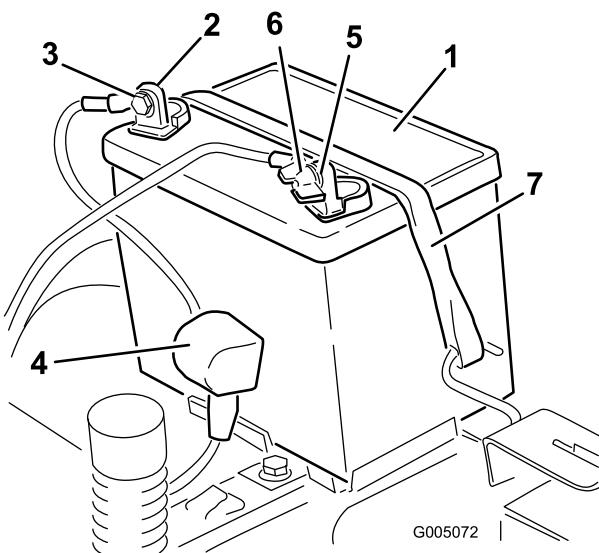

Figura 29
4. Desconecte el cable negativo de tierra (negro) del borne de la batería (Figura 29). Guarde todos los herrajes.
5. Deslice hacia arriba la cubierta de goma del cable positivo (rojo). Desconecte el cable positivo (rojo) del borne de la batería (Figura 29). Guarde todos los herrajes.
6. Retire la correa de sujeción de la batería (Figura 29) y levante la batería para retirarla de su bandeja.
1. Coloque la batería en la bandeja, con los bornes hacia el puesto del operador (Figura 29).
5. Fije la batería con la correa de sujeción (Figura 29).